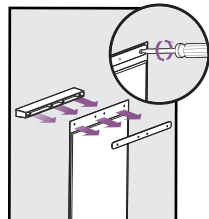

ABB. 17
4. Setzen Sie die neue Vinylklappe ein, richten Sie sie horizontal und vertikal aus und fügen Sie sie in den Türrahmen ein. Bringen Sie den Balken wieder an und ziehen Sie die Schrauben fest (**Abb. 17**).